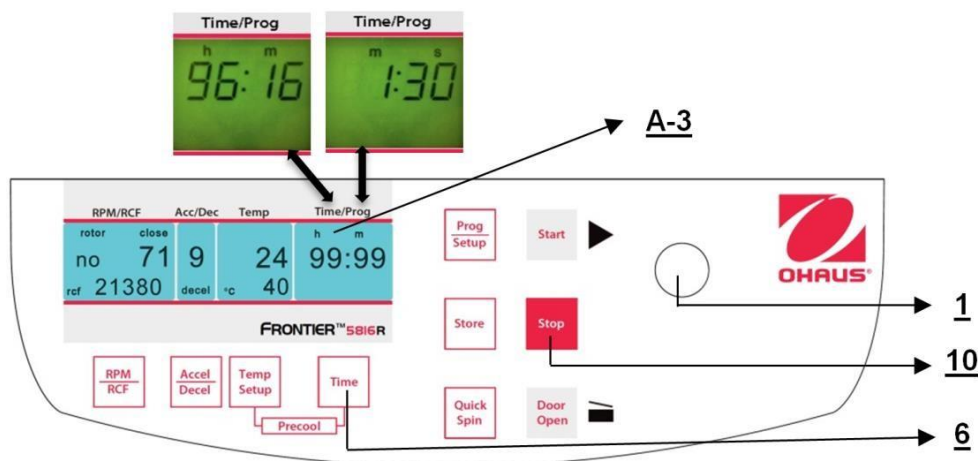

Figure. 20
3. Le fonctionnement en continu "**cont**" peut être interrompu avec la touche "**Stop**" (10) (voir la figure 20).